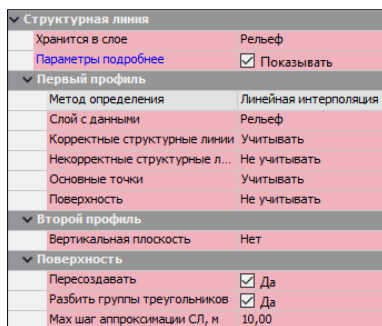

Рис. 6.10
11. Затем построим еще одну СЛ, которая будет проходить по вершине обрыва (точки под номерами **91, 126, 127**). В окне параметров установите настройки, как показано на рис. 6.10 и нажмите кнопку **Применить**. Обратите внимание, как перестроилась поверхность с учетом созданных СЛ.